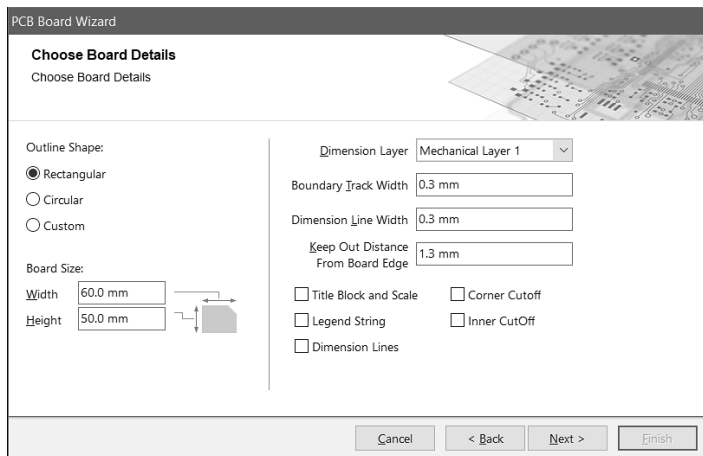

图 7-2-6 设置 PCB 板形状
(4) 单击【Next】按钮，设置 PCB 板形状和布线信号层数，如图 7-2-6 所示。在 Outline Shape